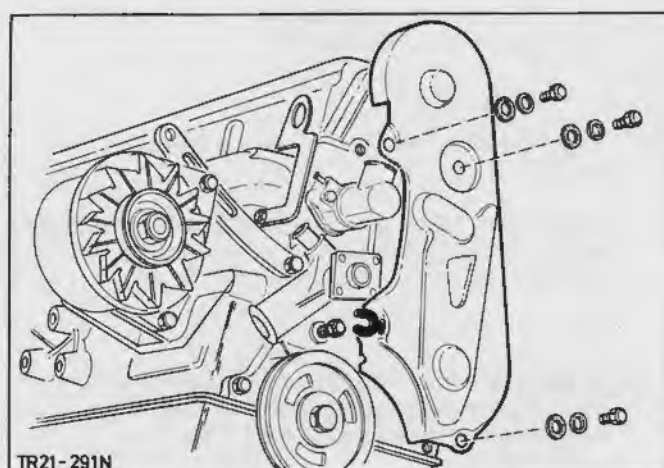

Fig.83. Tandremsdæksel med monteringsdele
14. Afmonter tandremsdækslet (3 bolte), Fig.83.